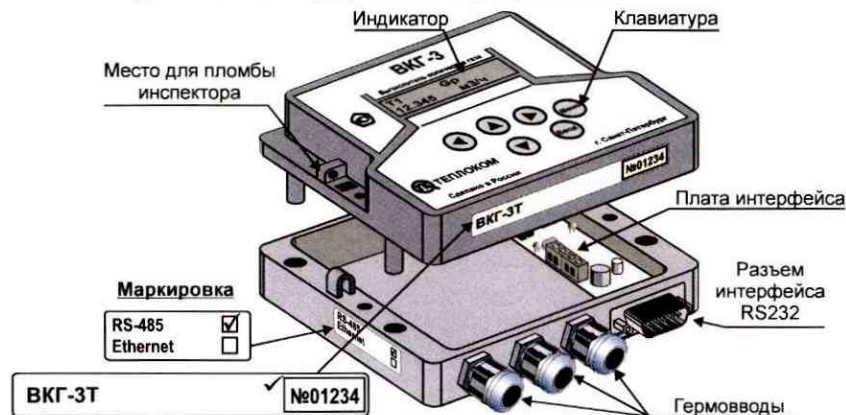

Рисунок 3.1 – Внешний вид вычислителя
**Защита калибровочных коэффициентов** выполняется наклеиванием самоклеющейся этикетки на кнопку доступа к калибровке и нанесением оттиска клейма поверителя (рис. 3.1а).
Рис. 3.1а – Места пломбирования поверителем
**Защита от внесения изменений в электронный модуль** вычислителя выполняется нанесением оттиска клейма поверителя на мастику в чашке (рис. 3.1а).
**Защита настроечных параметров** выполняется переводом переключателя защиты в левое положение (рис. 3.1а) и пломбированием вычислителя пломбой инспектора теплоснабжающей организации (рис 3.16).
Универсальный адаптер интерфейса RS-485 (в дальнейшем адаптер) устанавливается в корпус ВКГ-3Т. Место установки адаптера указано на рис. 3.1.